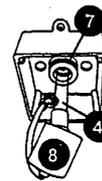
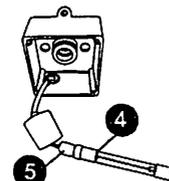

FIGURE 3
FIGURE 4
3. Enlever la gaine protectrice noire (8) en la faisant glisser le long du câble pour l'éloigner de l'écrou à compression (7) (Figure 3).
4. Retirer délicatement la lampe UV (4) du tube de quartz.
5. Retirer la douille (5) de la lampe UV (4) (Figure 4).
6. Retirer l'écrou à compression (7) en le tournant dans le sens contraire des aiguilles d'une montre (Figure 3). Au besoin, utiliser une pince multiprise à crémaillère (Figure 5). Vous remarquerez une rondelle de compression en acier inoxydable (6) qui glisse sur le tube de quartz; il faut conserver cette rondelle (6) pour la réutiliser plus tard (Figure 6). Tenir la bague d'étanchéité noire (13) et retirer délicatement le tube de quartz.
7. Vous pouvez maintenant nettoyer ou remplacer le tube de quartz (2). Pour nettoyer le tube (2), suivre les étapes 8 et 9, puis passer à l'étape 10. S'il faut remplacer le tube (2), sauter les étapes 8 et 9, et passer directement à l'étape 10.
17. Faire glisser la nouvelle lampe UV (4) dans le tube de quartz (Figure 3)
18. Réinstaller la gaine protectrice noire (8) sur l'écrou à compression (7).
19. Réinstaller le couvercle (10) et le joint d'étanchéité (9), et visser le tout en place.